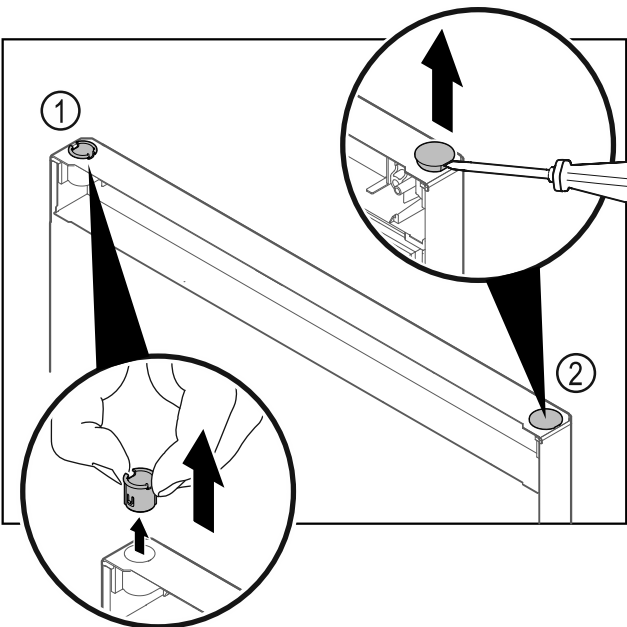

Fig. 28
- Pouzdro závěsu Fig. 28 (1) vytáhněte prsty.
- Krycí zátku Fig. 28 (2) opatrně nadzvedněte plochým šroubovákem a vytáhněte.